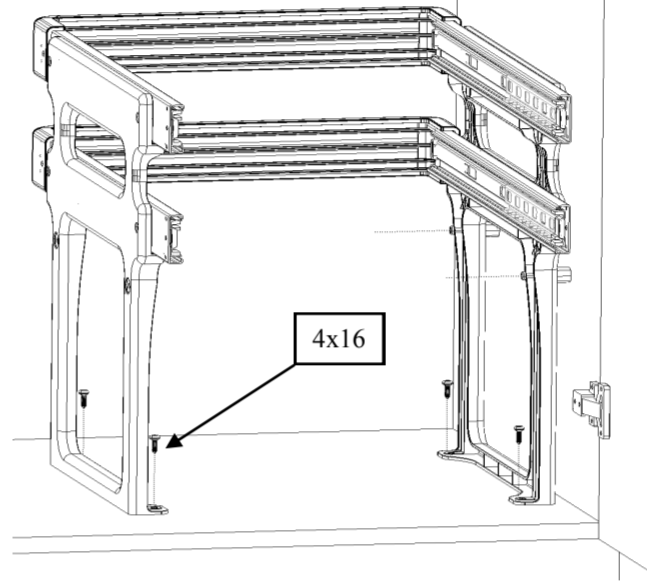

Рис. 3
3. Posizionare la pattumiera all'interno del cabinet; fissare al fondo nella posizione prestabilita utilizzando le viti 4x16, successivamente fissare alla parete con le viti 4x35 utilizzate per montare i distanziali (FIG.3).
3. Разместите раму в корпус, закрепите на полу в заданном местоположении с помощью шурупов 4x16, затем закрепите у стенки корпуса с помощью шурупов 4x35 используемые ранее для установки прокладки (проставки), (рис. 3).